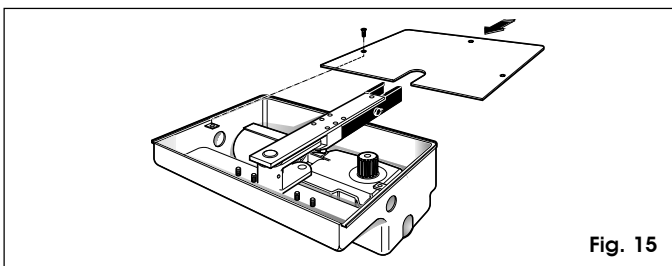

Fig. 15
4) Fissare il coperchio della cassetta tramite le viti in dotazione (fig. 15).